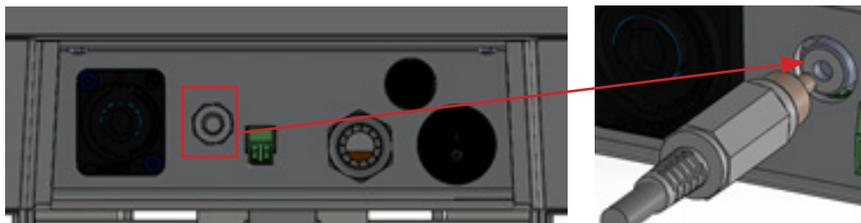

Figura 2
- Collegare il sensore alla scheda come indicato in Figura 2 qui sotto: